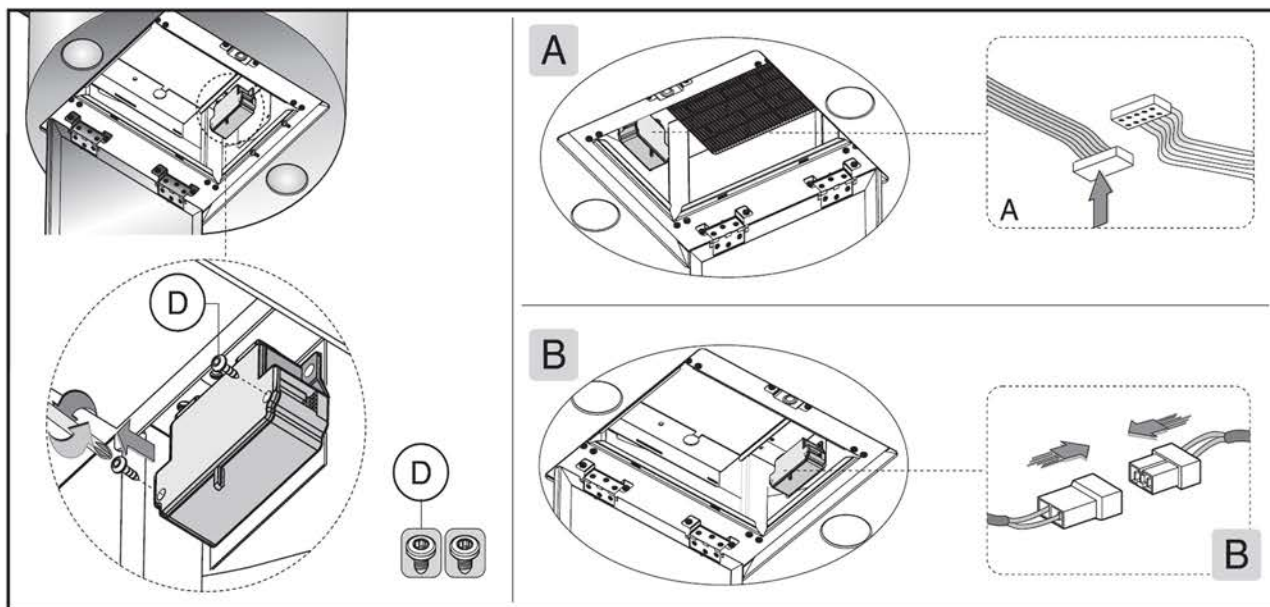

Fig.12
Antes de realizar esta conexão, solte os 4 parafusos **D** das duas caixas e abra os painéis de cobertura (**Fig. 12**).
- Realize as conexões elétricas necessárias entre o corpo da coifa e o conjunto do motor (**Fig. 12 A e B**).